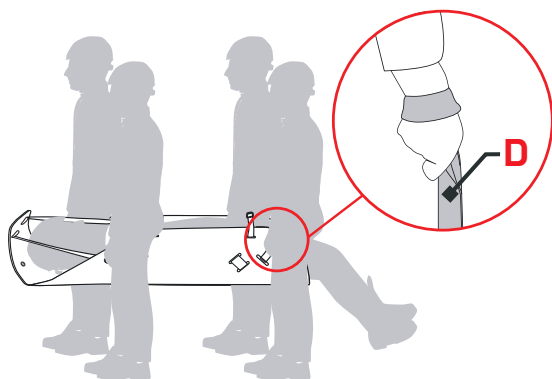
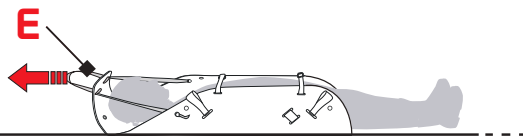
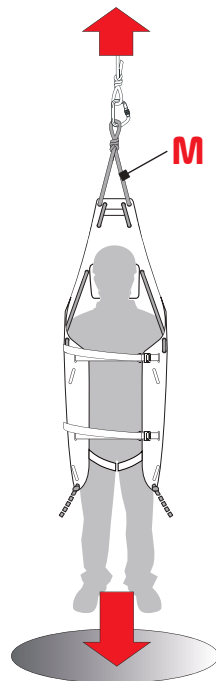

Fig.3
Fig.4
Fig.5
- 1:3 = carico d'uso: 150 kg per sollevamento manuale mediante le maniglie (D) - (fig. 3),
- 1:3 = carico d'uso: 150 kg per trascinamento manuale mediante la fettuccia (E) - (fig. 4),
- 1:10 = carico d'uso: 150 kg per sollevamento/calata con dispositivi di salvataggio mediante la corda (M) - (fig. 5).
Il telo **"HALF ROLLY"** è adatto per sollevare e trasportare il paziente mediante le maniglie laterali (fig. 3), trascinarlo mediante la fettuccia (fig. 4) e sollevarlo/calarlo in verticale mediante la corda statica (fig. 5).